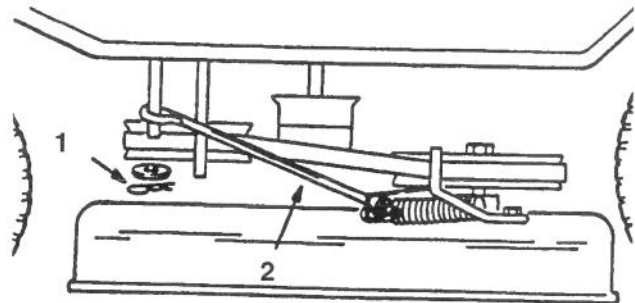

Figure 39
6. Déposer la goupille et la rondelle du bras de commande de la lame du côté gauche de la tondeuse (Fig. 39). Retirer la tige du bras.